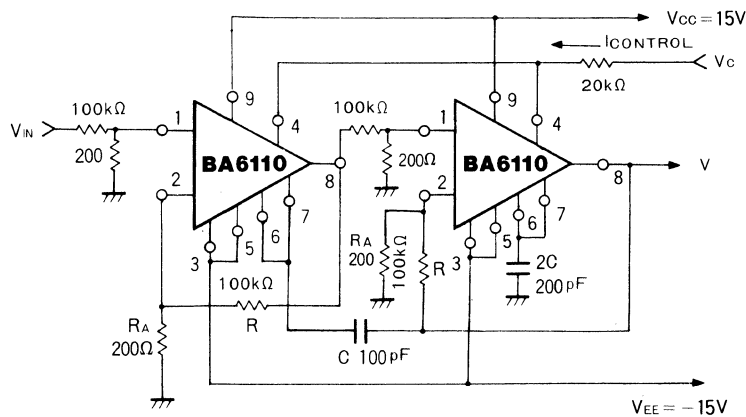

Fig.12 電圧制御2次ローパスフィルタ
(3) BA6110 の応用回路例として電圧制御 2 次ローパスフィルタとしての応用例を Fig.12 に示します。